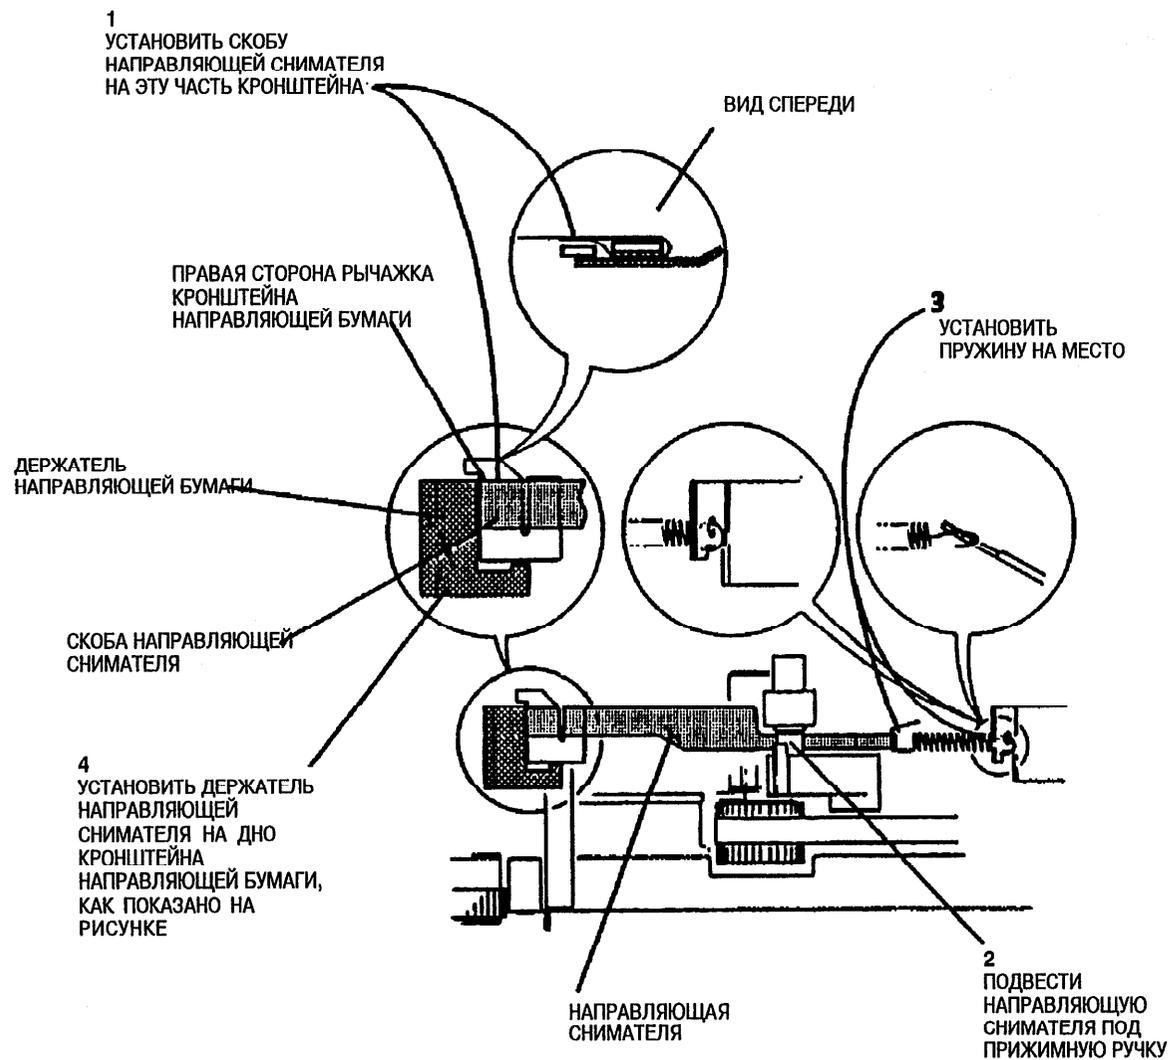

Рис. 2. Установка направляющей снимателя и держателя направляющей
1. (Рис. 2): Установить направляющую снимателя и держатель направляющей снимателя и держатель.